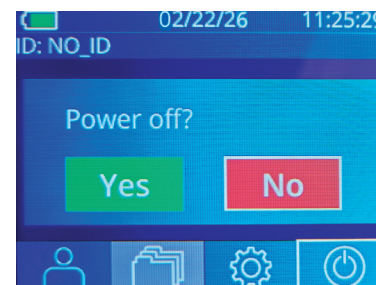

Fig. 44
- Vaya a la pantalla de inicio, seleccione el icono de **Alimentación**  para apagar el instrumento y presione **Yes** (Sí) para confirmar la operación (Fig. 44).